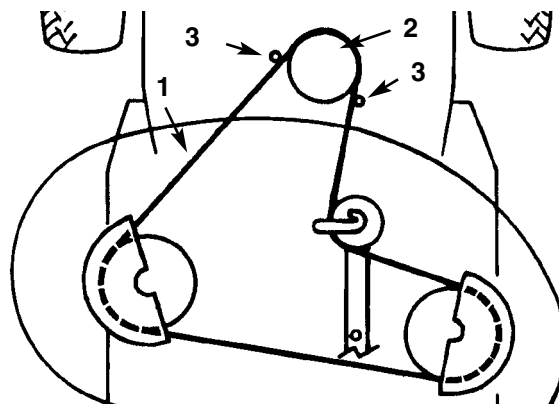

Fig. 42
14. Ta remmen av nedre motorskive (fig. 42). Hvis du er forsiktig kan du bøye remstyringen(e) bort fra skiven, såvidt nok til at remmen kan tas av. Hvis det er for vanskelig å ta remmen av må du løsne boltene og mutrene som holder remstyringene.
1. Parkér klipperen vannrett, koble knivkontrollen fra, sett parkeringsbremsen på og drei tenningsnøkkelen til "OFF" (AV) for å slå motoren av.
4. Legg remmen over nedre motorskive (fig. 42). Hvis du er forsiktig kan du bøye remstyringen(e) bort fra skiven, såvidt nok til at remmen kan legges på. Hvis det er for vanskelig å ta remmen av må du løsne boltene og mutrene som holder remstyringene.